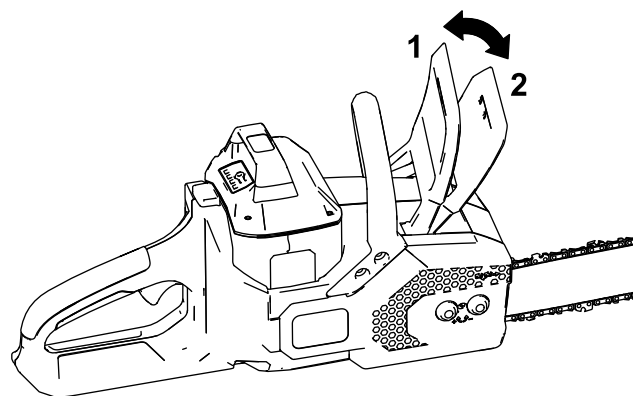

Figura 8
6. Certifique-se de que o travão da corrente está na posição FUNCIONAMENTO (Figura 8).
Sempre que não estiver a utilizar a serra ou a transportar para ou da área de trabalho, mova o travão da corrente para a posição PARAR (Figura 8) e remova a bateria.